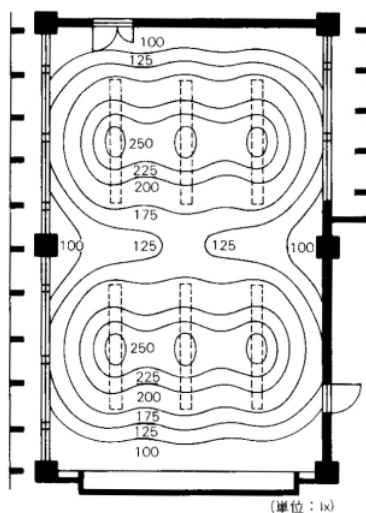

図2 人工照明の照度分布の例（出典：参考文献 [5], p.74）
- ・ レポート作成にあたっては、配付資料 12 ページの 6 . 2 を参照。照明基準には、配付資料 2 ページの表 1 - 1 , もしくは、配付資料 8 ページの表 3.1.2 などを用いる。あわせて、下の図 2 のような分布図も描く。